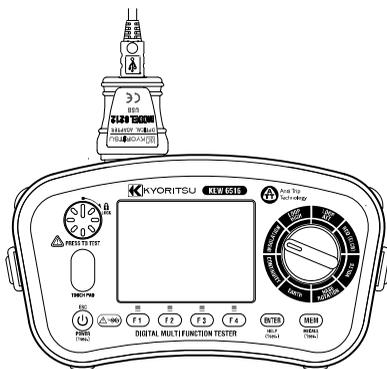

Fig. 17-2
- (1) Conecte el MODEL 8212USB al puerto USB de un PC. (Se debe instalar un controlador especial para el MODEL 8212USB. Consulte el manual de instrucciones del MODEL 8212USB para obtener más detalles).
- (2) Conecte el MODEL 8212USB en el KEW 6516/6516BT como se muestra en la Fig.17-2. Los cables de prueba deben retirarse del KEW 6516/6516BT en este momento.
- (3) Potencia en la KEW 6516/6516BT. (Cualquier función es correcta).
- (4) Inicie el software especial “KEW Report” en su PC y configure el puerto de comunicación.